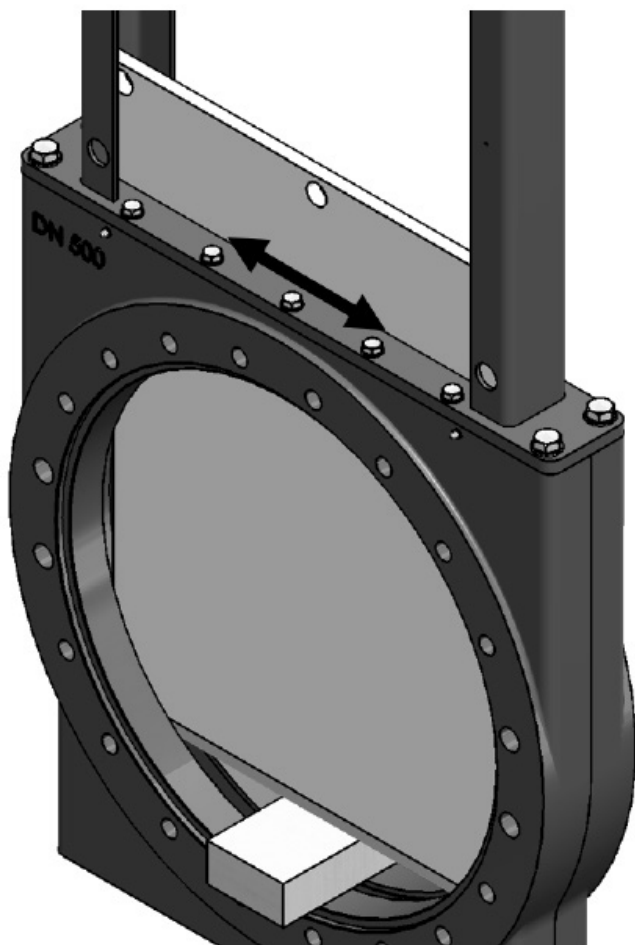

Figura 16. Aperto dos parafusos de montagem da torre.
1. Após a montagem do corpo da válvula e da guilhotina, levante e encaixe a torre (3) no corpo da válvula. Instale os parafusos de montagem da torre apertando manualmente (5).
2. Aperte os parafusos de montagem começando pelo meio, conforme exibido na Figura 16.
3. Encaixe o atuador (e possivelmente a placa adaptadora) no topo da torre (3) usando os parafusos e porcas corretos.
4. Monte a manilha (14) na haste do atuador se ela tiver sido desmontada.
5. Deslize a haste do atuador para baixo ou levante a guilhotina para encaixar o pino de segurança (16) através dos furos de alinhamento da guilhotina (2) e da manilha (14). Prenda o pino de segurança com os anéis de retenção (17).
6. Instale a placa (12) e aperte os parafusos (10) da tampa inferior.